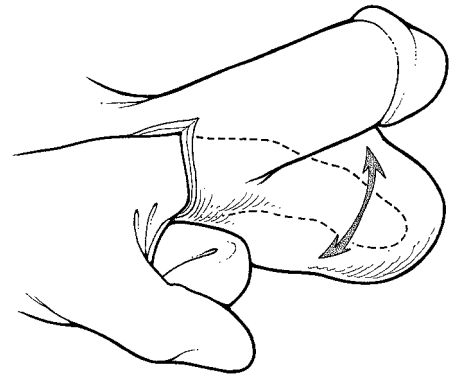

Abbildung 4-16a.
1. Durch stumpfes Durchtrennen eine Tasche im optimalen Teil des Skrotums einrichten (**Abbildung 4-16a und 4-16b**).